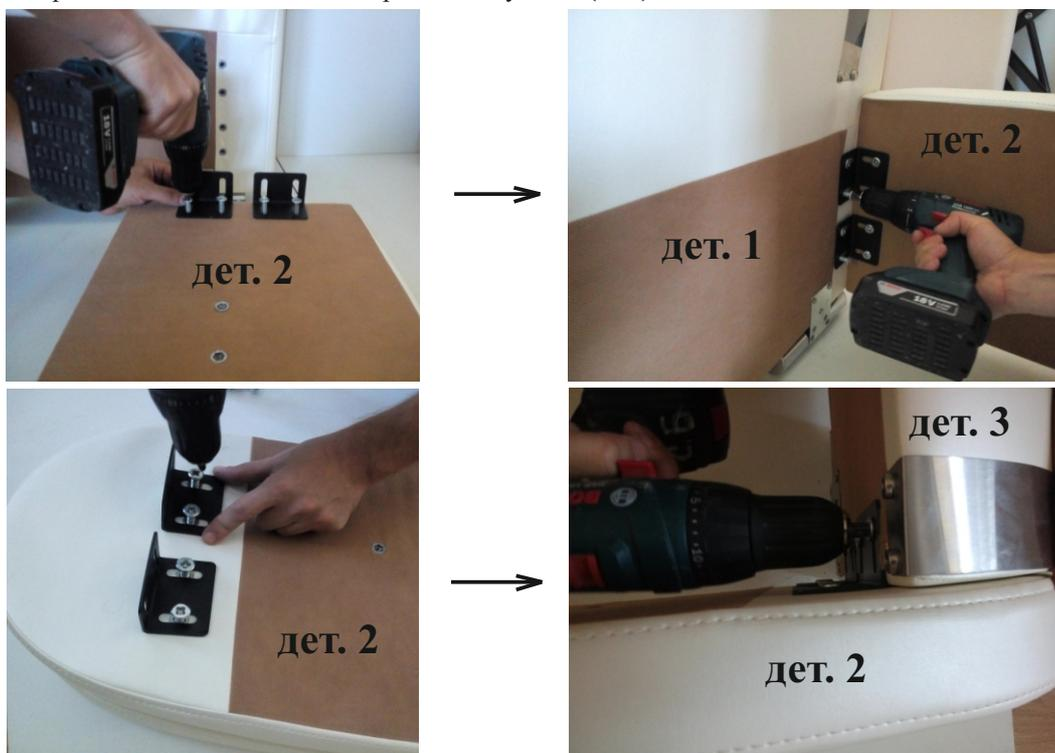

рис. 2
3. С помощью крепежных уголков (Ф-5) и винтов (Ф-1) присоедините боковые царги кровати (дет. 2) к нижней части головной спинки (дет. 1). Аналогичным образом присоедините царги (дет. 2) к ножной спинке (дет. 3) (рис. 2). В каждом из углов кровати должно быть по два крепежных уголка (Ф-5).